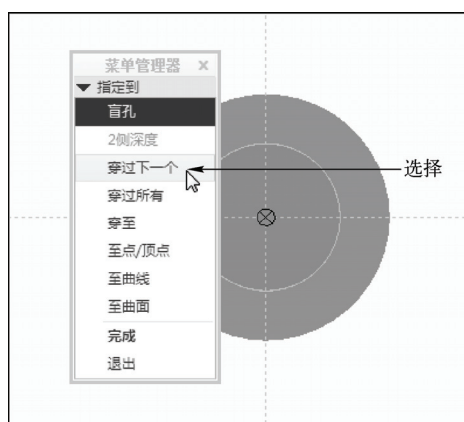

图 8-48 选择“穿过下一个”选项
STEP 07 单击“关闭”面板中的“确定”按钮✔，弹出“指定到”菜单管理器，选择“穿过下一个”选项，如图 8-48 所示。